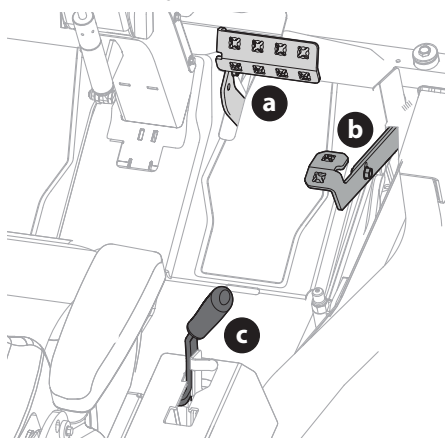

Figure 27
3. Pour vous déplacer en marche avant, appuyez doucement sur la pédale de marche avant (a) jusqu'à ce que vous atteigniez la vitesse désirée (Figure 27).
4. Pour arrêter ou ralentir le tracteur, retirez votre pied de la pédale de marche avant (a) ou de marche arrière (b). Pour verrouiller le frein de stationnement, placez les pédales de déplacement à la position neutre et tirez le levier du frein de stationnement (c) vers l'arrière jusqu'à ce qu'il s'enclenche à la position de marche (« on ») (Figure 27).
5. Pour vous déplacer en marche arrière, regardez d'abord derrière vous, puis appuyez doucement sur la pédale de marche arrière (b) avec l'avant du pied (et NON avec le talon) jusqu'à ce que vous atteigniez la vitesse désirée (Figure 27).